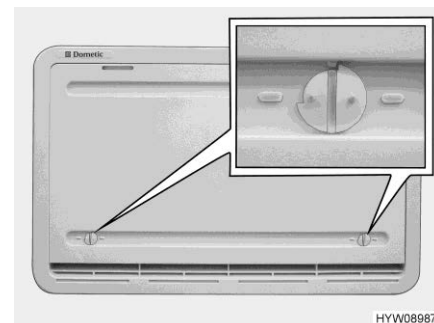

Fig. 184 Copertura invernale (griglia di aerazione del frigorifero)
Le coperture invernali (Fig. 184) proteggono il gruppo frigorifero dall'aria fredda. Posizionare le coperture invernali davanti a entrambe le griglie di aerazione del frigorifero quando la temperatura esterna scende al di sotto di +10 °C (sia per funzionamento elettrico che a gas).
- Aprire entrambi i bloccaggi (Fig. 184), la scanalatura risulterà orizzontale.